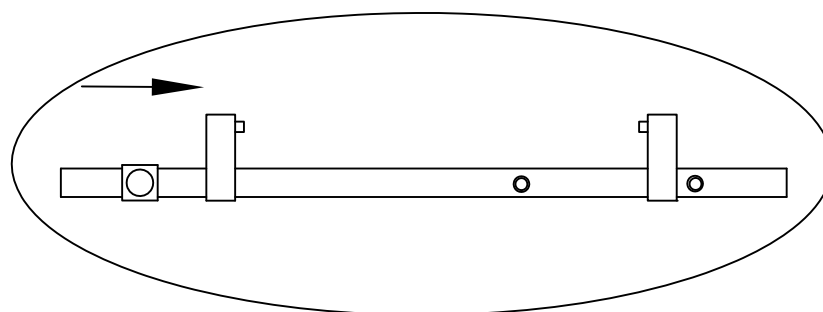

Fig. 5
5. Glissez l'ensemble de boulon du petit verre fixe (21) sur l'extrémité du rail supérieur (2), à l'opposé de la quincaillerie de raccordement du grand verre fixe. Voir la figure 5.